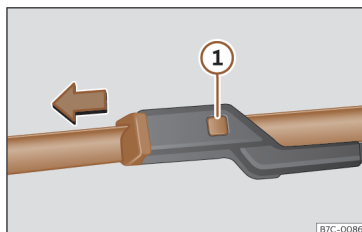

Fig. 204 Substituição das escovas do limpa para-brisas.
- Mantenha pressionado o botão de desbloqueio >>> **Fig. 204** ① puxando ligeiramente pela escova no sentido da seta.